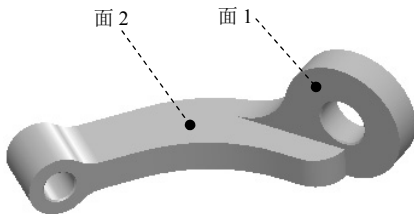

图 4.5.2 零件模型
(2) 打开模型文件。在图形区单击任意视图，系统自动打开图 4.5.2 所示的模型文件。
中选择 **前视** 选项, 选取图 4.5.2 所示的“面 1”作为“第一方向”的参考平面。
② 定义第二方向。在 **第二方向:** 下拉列表中选择 **上视** 选项, 选取图 4.5.2 所示的“面 2”作为“第二方向”的参考平面。
③ 在“相对视图”对话框(二)中单击 ☒ 按钮, 返回到工程图环境。